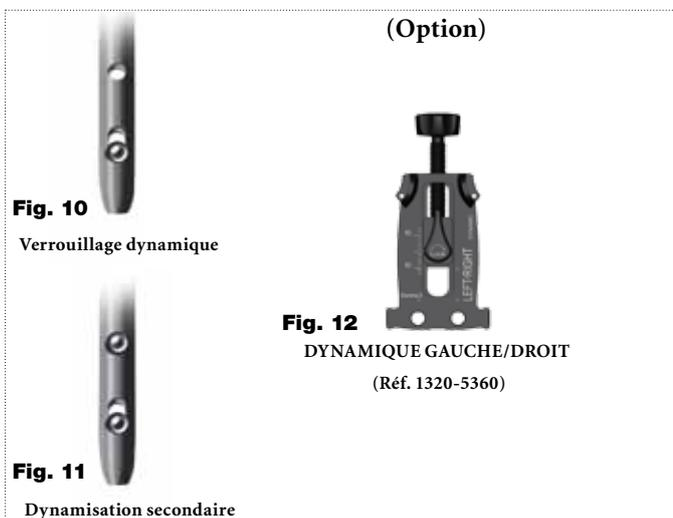

Fig. 10
- 1) Mécanisme de « verrouillage dynamique » (ne nécessite qu'une seule vis, au niveau de la partie distale de l'orifice oblong (Fig. 10)).